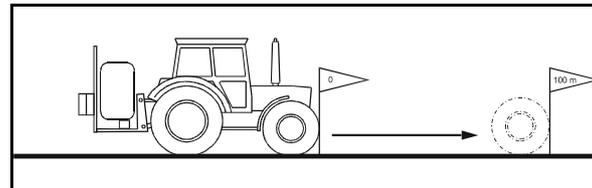

Fig. 125
2. Markieren Sie Anfangs- und Endpunkt (Fig. 125).